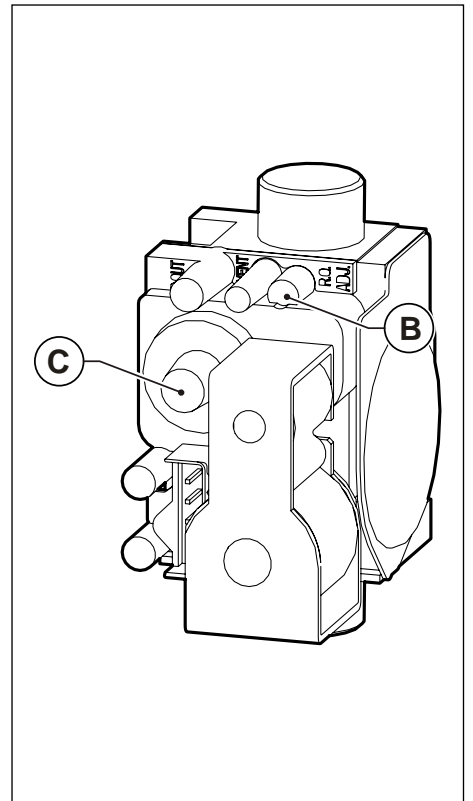

Рис. 40 Регулировка уровни содержания углекислого газа
- Отрегулировать уровень содержания углекислого газа (CO2) в дымовых газах с помощью соответствующего регулятора **В** (смотри Рис. 40 Регулировка уровни содержания углекислого газа) и удостовериться, что его величина находится в пределах, указанных в Табл. 21 Содержание CO2 в дымовых газах. Не выключая режим "трубочист", перейти к следующему этапу — регулировке минимальной мощности.
- Отрегулировать уровень содержания углекислого газа (CO2) в дымовых газах, вращая регулятор «offset» **С** (смотри Рис. 40 Регулировка уровни содержания углекислого газа) и удостовериться, что его величина находится в пределах, указанных в Табл. 21 Содержание CO2 в дымовых газах.